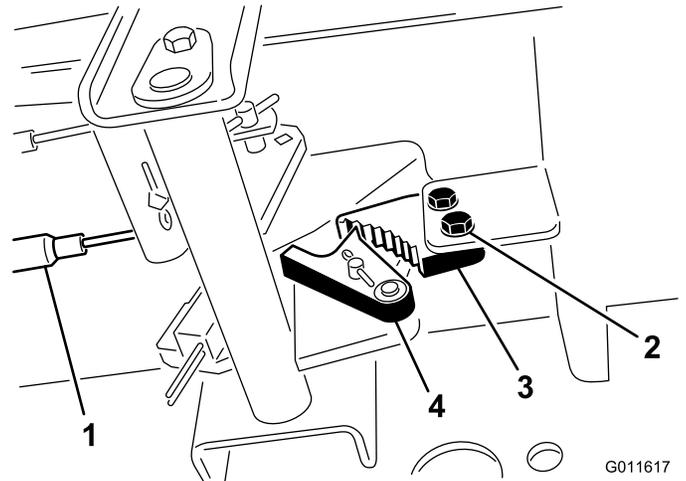

Figura 61
1. Afloje los 2 tornillos que fijan el trinquete del freno de estacionamiento al bastidor (Figura 61).
2. Pise el pedal del freno de estacionamiento hacia adelante hasta que la uña se engancha a fondo en el trinquete del freno (Figura 61).